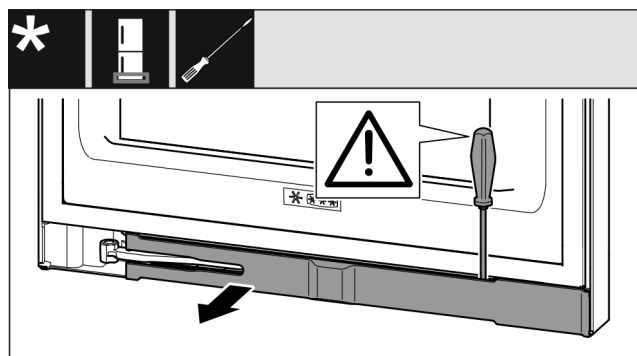

Fig. 13
- ▶ Pattintsa ki a takarólemezt lapos csavarhúzóval, és fordítsa oldalra. (lásd Fig. 13)